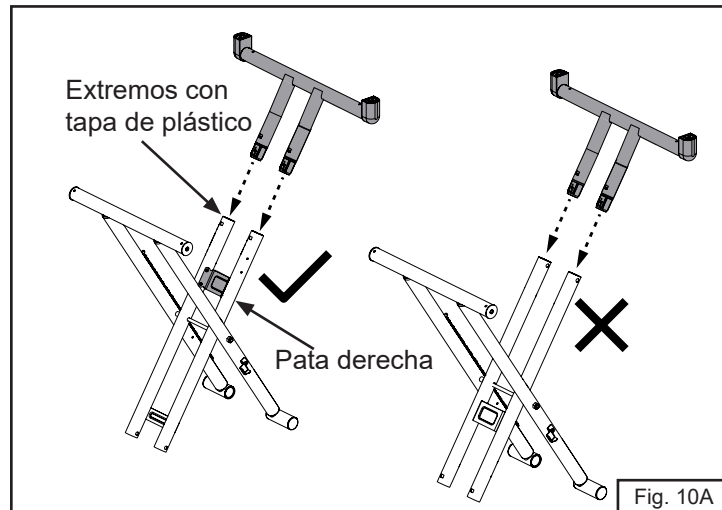

Fig. 10A
8. Introduzca el asa de remolque en la pata derecha (Fig. 10A).
**NOTA:** consulte la Fig. 10A y la Fig. 10B para conocer la orientación correcta del asa de remolque.